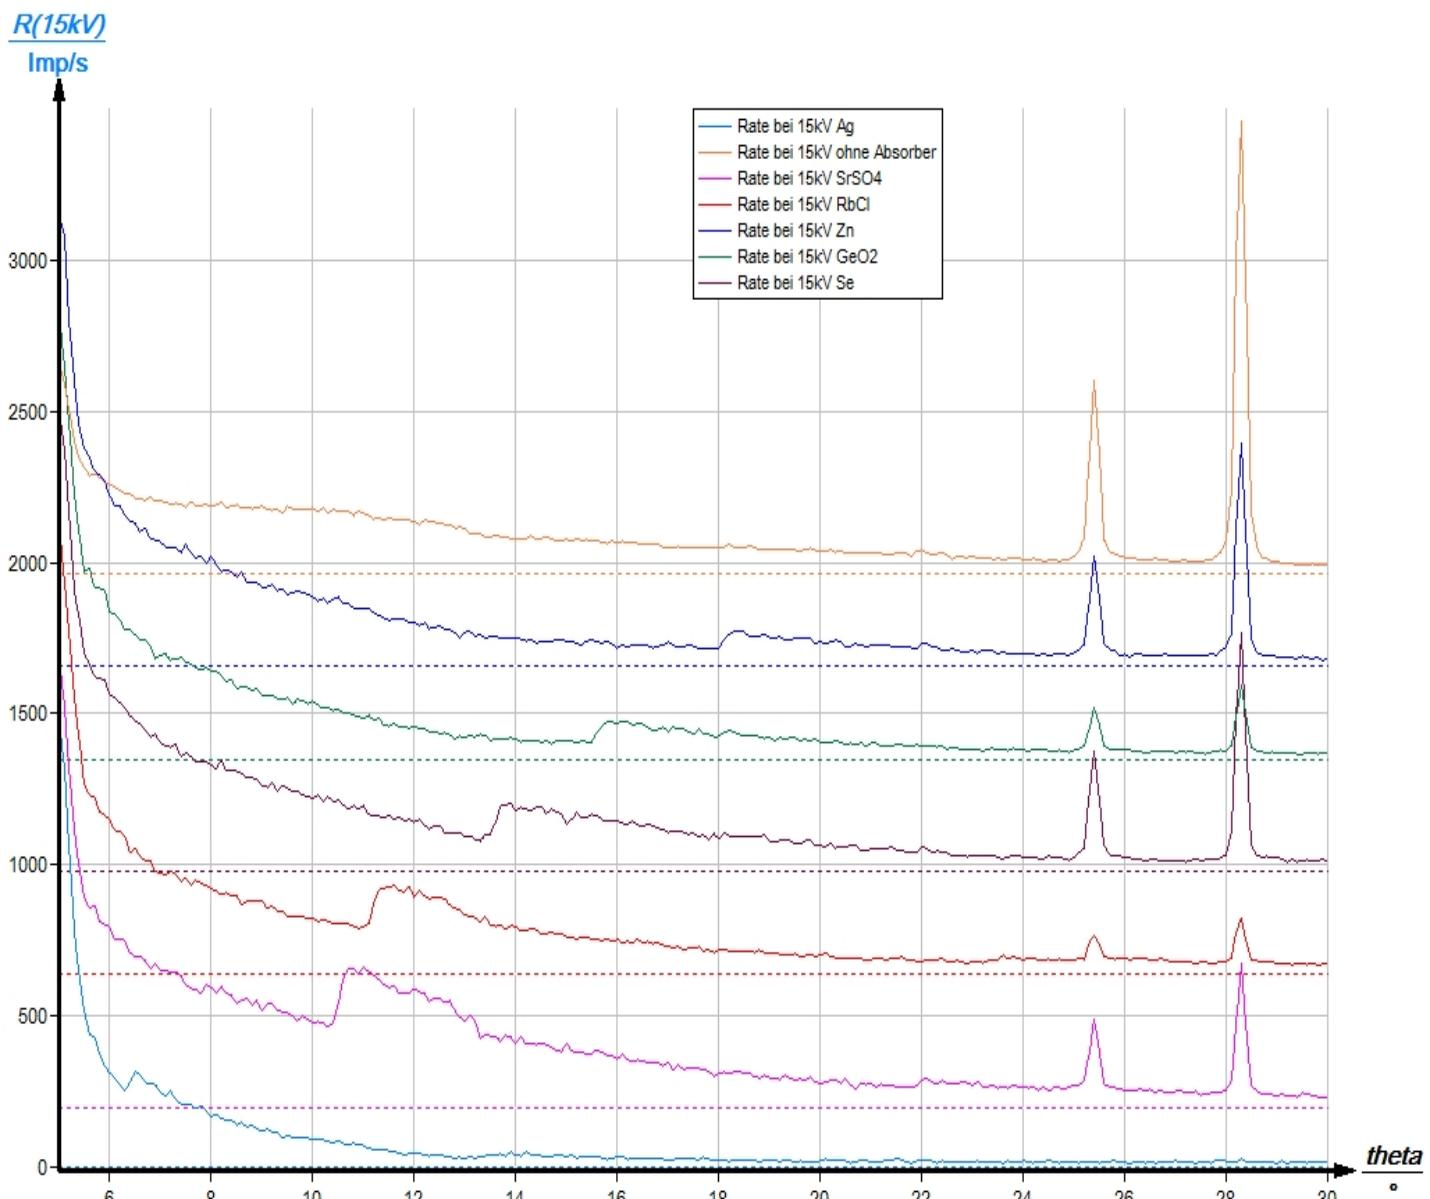

Abb. 9: Das Bremsspektrum von Kupfer ohne Absorber (obere Kurve) und mit den Absorptionskanten der verschiedenen Elemente
In Tabelle 1 sind die aus Abb. 9 entnommenen  $\vartheta$ -Werte der Absorptionskanten für die verschiedenen Absorber angegeben. Daraus wurden mit Hilfe von (6) die Energiewerte  $E_K$  der zugehörigen K-Schalen berechnet. Zum Vergleich sind die entsprechenden Literaturwerte ebenfalls eingetragen.
In Abb. 9 ist die Intensität  $I$  der Kupfer-Röntgenstrahlung als Funktion des Glanzwinkels  $\theta$  bis zur charakteristischen  $K_{\beta}$ -Röntgenlinie dargestellt. Die obere Kurve zeigt das Spektrum ohne Absorberprobe. Alle weiteren Kurven wurden mit zusätzlicher Absorberprobe aufgenommen. Mit steigender Ordnungszahl des Absorbers verschiebt sich die Absorptionskante zu kleineren Glanzwinkelwerten.